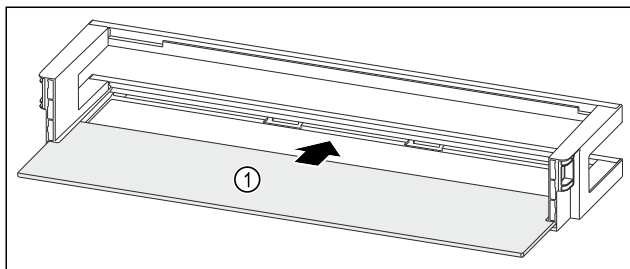

Fig. 87 Polica u vratima s policom za odlaganje
- Policu za odlaganje Fig. 87 (1) gurnite u bočne otvore.